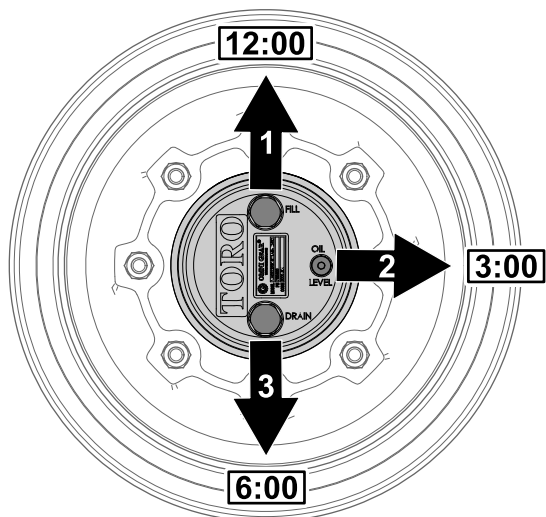

Рисунок 104
положении «12 часов», пробка контрольного отверстия — в положении «3 часа», а пробка сливного отверстия — в положении «6 часов» (Рисунок 104).
2. Снимите пробку контрольного отверстия, расположенную в положении «3 часа» (Рисунок 104).
1. Припаркуйте машину на ровной поверхности, расположите колесо так, чтобы пробка заливного отверстия находилась в положении «12 часов», пробка контрольного отверстия – в положении «3 часа», а пробка сливного отверстия – в положении «6 часов»; см. Рисунок 104 в разделе Проверка масла в планетарном редукторе (страница 83).